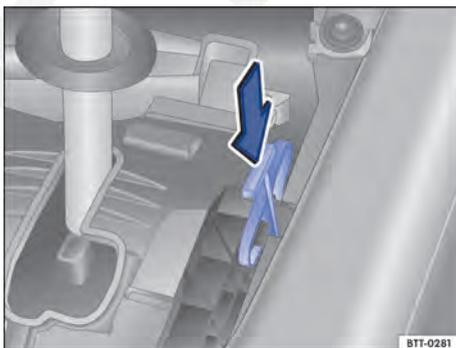

Fig. 219 Destravar emergencialmente o bloqueio da alavanca seletora.
- Pressionar a alavanca de destravamento ⇒ Fig. 219 no sentido da seta e manter nesta posição.